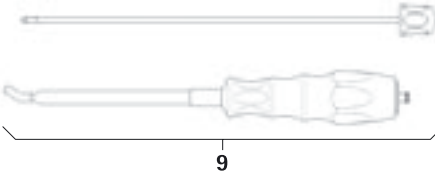

Abb. 5
- Stab-Einsetzinstrument **9** demontieren, siehe Abb. 5: